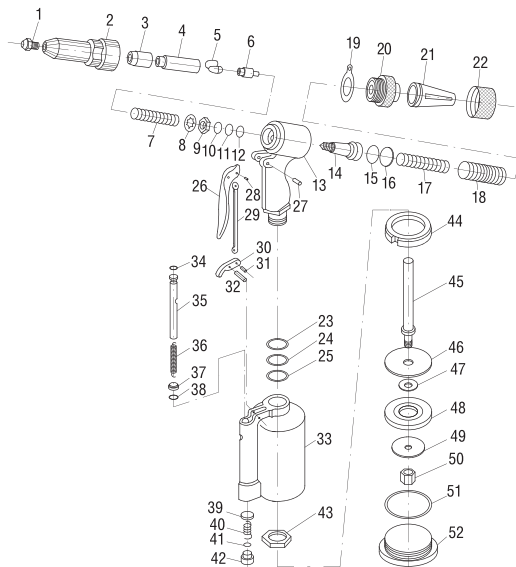

Рисунок 1 - Детализовка
2. Снимите защитный колпачок (рис. 1, поз. 2).